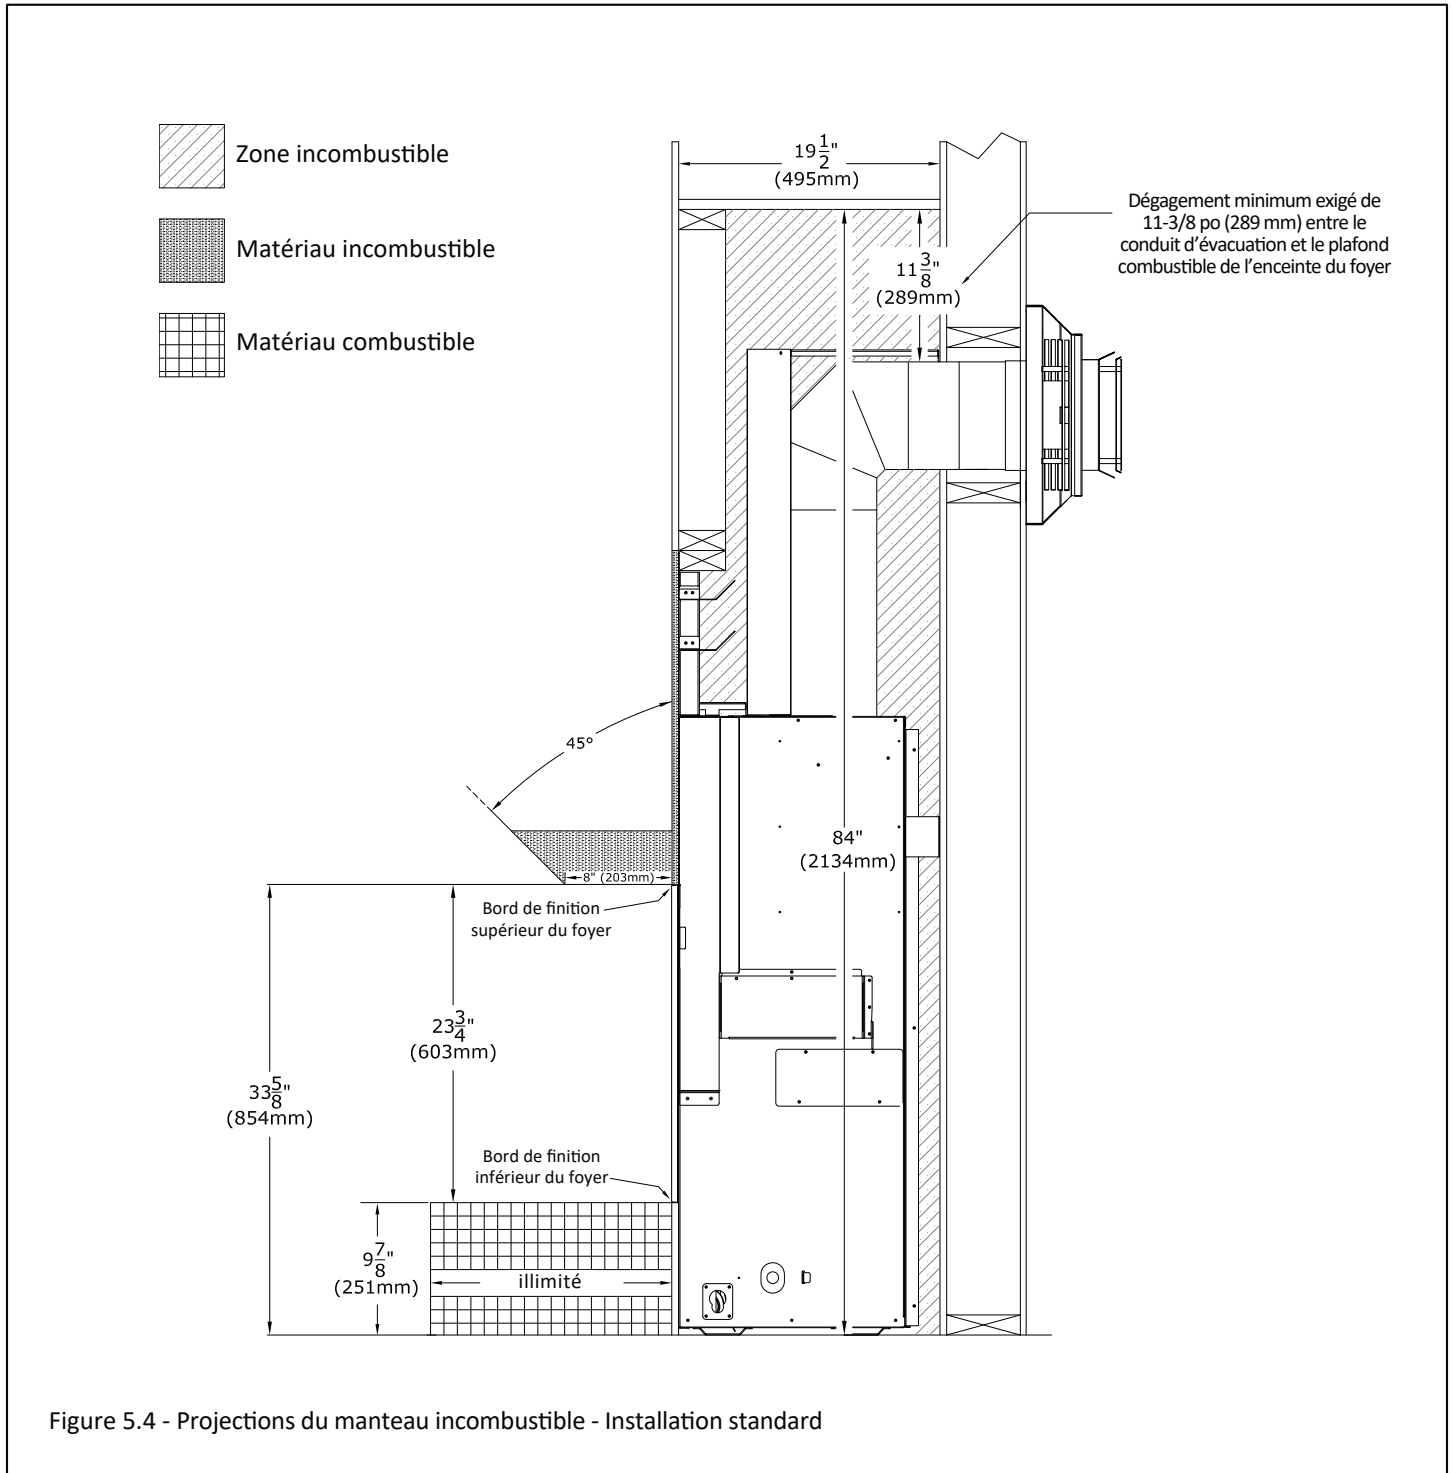

Figure 5.4 - Projections du manteau incombustible - Installation standard
- Projection du manteau incombustible : Comme le montre la Figure 5.4, un manteau incombustible ayant 8 po (203 mm) de projection peut être installé à 0 po (0 mm) du bord de finition supérieur du foyer. La projection du manteau peut augmenter de 1 po (25 mm) pour chaque 1 po (25 mm) de hauteur additionnelle, à partir d'un manteau de 8 po (203 mm).
La Figure 5.4 montre la projection permise d'un manteau combustible de 8 po (203 mm) affleurant au bord de finition supérieur du foyer. Les dimensions montrées sont permises pour une installation standard. La projection du manteau peut augmenter de 1 po (25 mm) pour chaque 1 po (25 mm) de hauteur additionnelle, à partir d'un manteau ayant 8 po (203 mm) de projection.